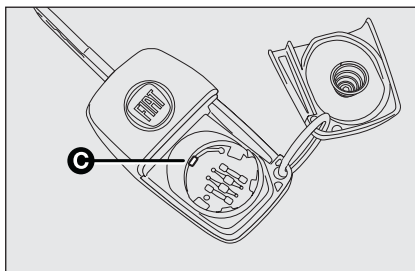

fig. 8
- ☐ la pila nueva se debe colocar debajo del diente **C-fig. 8** de bloqueo; luego, vuelva a colocar la tapa y presiónela hasta oír el “clik” de bloqueo.